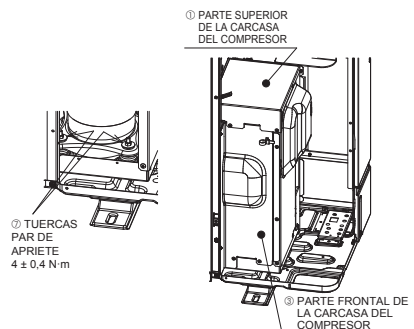

Fig. 4-2
- Después de retirar las piezas fijas del compresor, asegúrese de apretar las tuercas y de devolver a su estado original las partes superior y frontal de la carcasa del compresor. (Fig. 4-2)